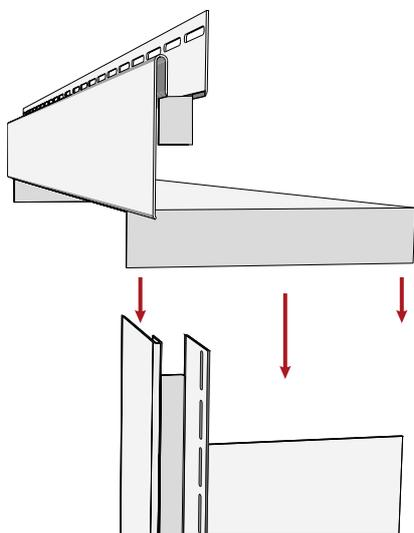

Рисунок 61
- 15.14** Примерьте околооконную планку на оконном проеме, соединив ее с верхней планкой (рис. 61, 62).